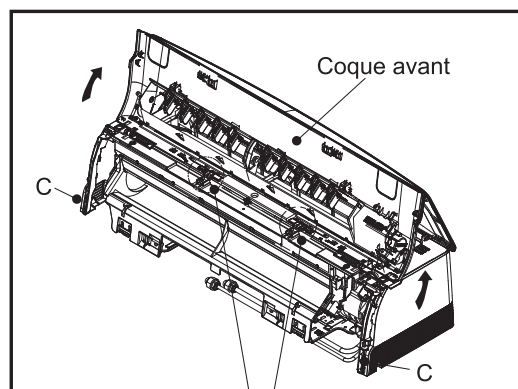
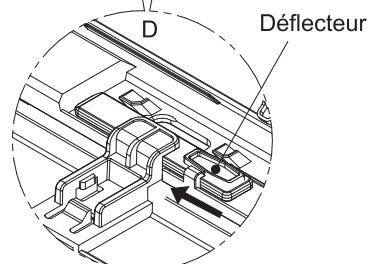

Fig. 11
Fig. 12
- 4) Dans la position C, ouvrez la coque avant comme illustrée sur la Fig. 11. Ensuite dans la position D poussez les déflecteurs pour empêcher la coque avant de tomber comme illustré sur la figure 12.